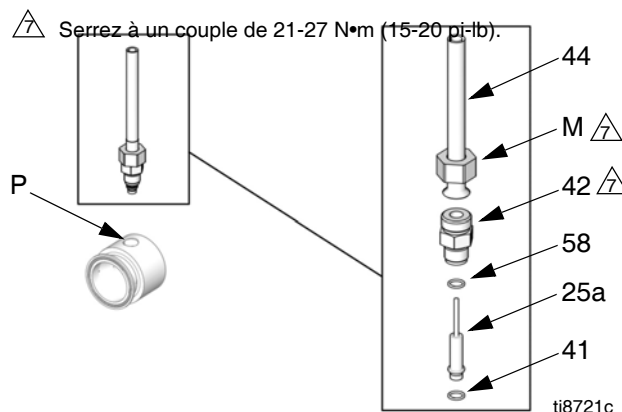

FIG. 12. Capteur de pression
11. Consultez la FIG. 12. Desserrez l'écrou (M) sur la conduite du capteur (44) et dévissez l'adaptateur (42) de l'orifice du capteur (P). Retirez le capteur (25a) de l'orifice.
13. Consultez la FIG. 12. Installez un joint torique noir (41) neuf et une entretoise en laiton (58) neuve sur le capteur (25a).
16. Consultez la FIG. 12. Insérez le capteur dans son orifice (P). Serrez l'adaptateur (42) en premier puis l'écrou (M) à un couple de 21-27 N•m (15-20 pi-lb).